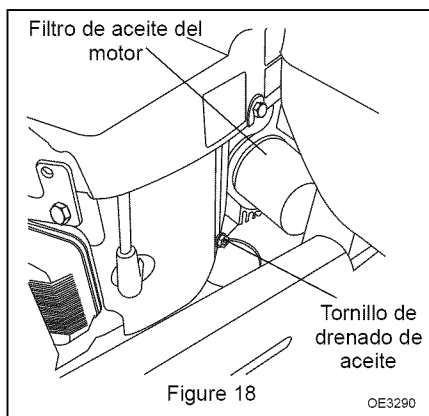

Figure 18
4. Retire el tornillo de drenaje del aceite, consulte figure 18, y drene el aceite en un recipiente adecuado con el motor aún templado.